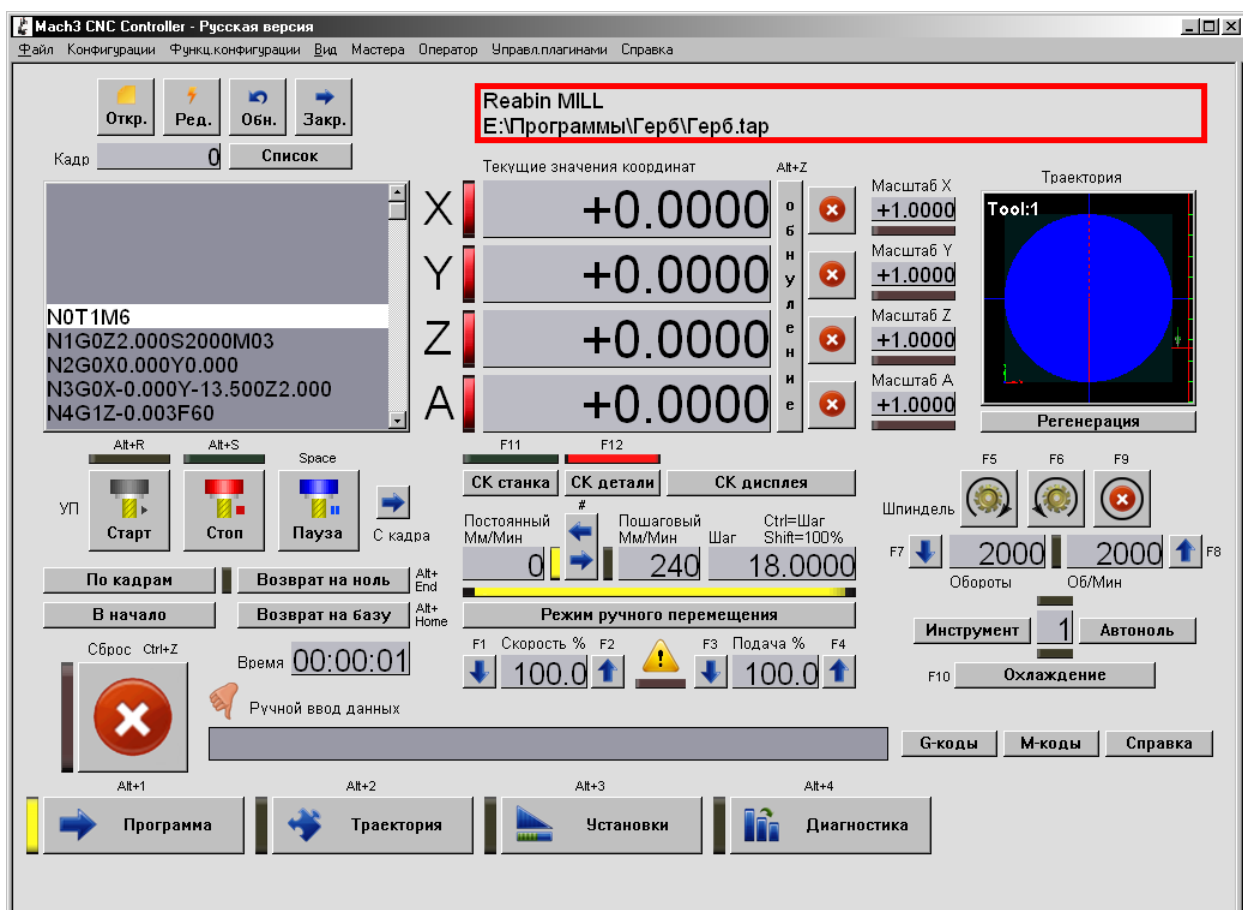

Рис. 18. Информационные полосы текущего профиля и открытого файла УП.
3.1.8 В верхней части рабочего окна находятся две информационные полосы (**Рис. 18**). Верхняя полоса отображает название текущего профиля **Mach3**. На нижней полосе отображается название загруженного файла **УП** и путь к нему.